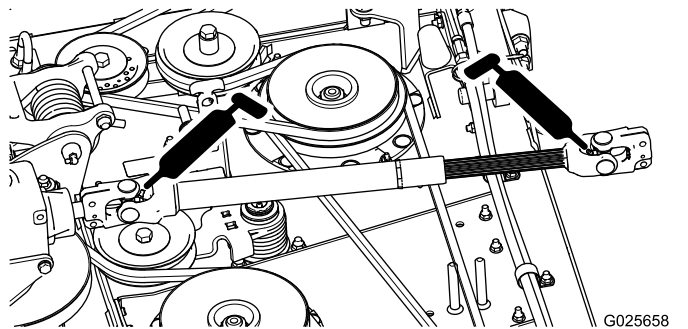

Рисунок 22
- Вал привода механизма отбора мощности (2 места) (Рисунок 22)